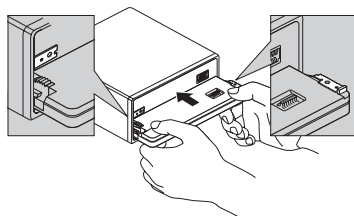

Fig. 11
2. Reinstale el panel delantero en la unidad. (Fig. 11)